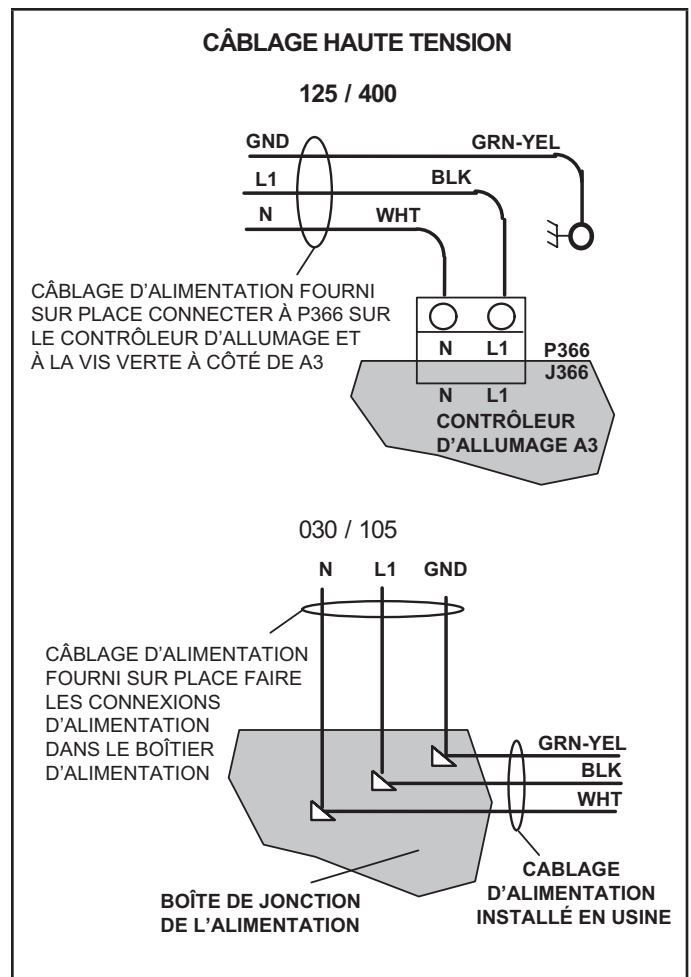

FIGURE 11
- 2 - Effectuer les raccordements électriques comme indiqué à la Figure 11. Sur les unités 030-105, utiliser les fils torsadés situés dans le boîtier de raccordement. Sur les unités 125-400, connecter les fils sur le connecteur à 2 broches P366 du contrôleur d'allumage A3. Pour faciliter l'installation, déconnecter le connecteur P366 de J366, faire les raccordements puis réinstaller P366. Voir le schéma de câblage sur l'unité et le schéma typique approprié de ce manuel.